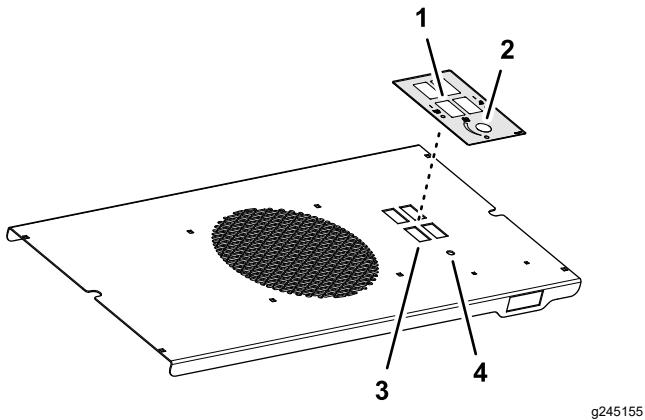

Bild 3
1. Entfernen Sie das Trägermaterial vorsichtig vom Aufkleber (Bild 3).
- Fluchten Sie die rechteckigen Öffnungen und das Loch im Aufkleber mit den rechteckigen Öffnungen und dem Loch im Bedienfeld aus, wie in Bild 3 abgebildet.